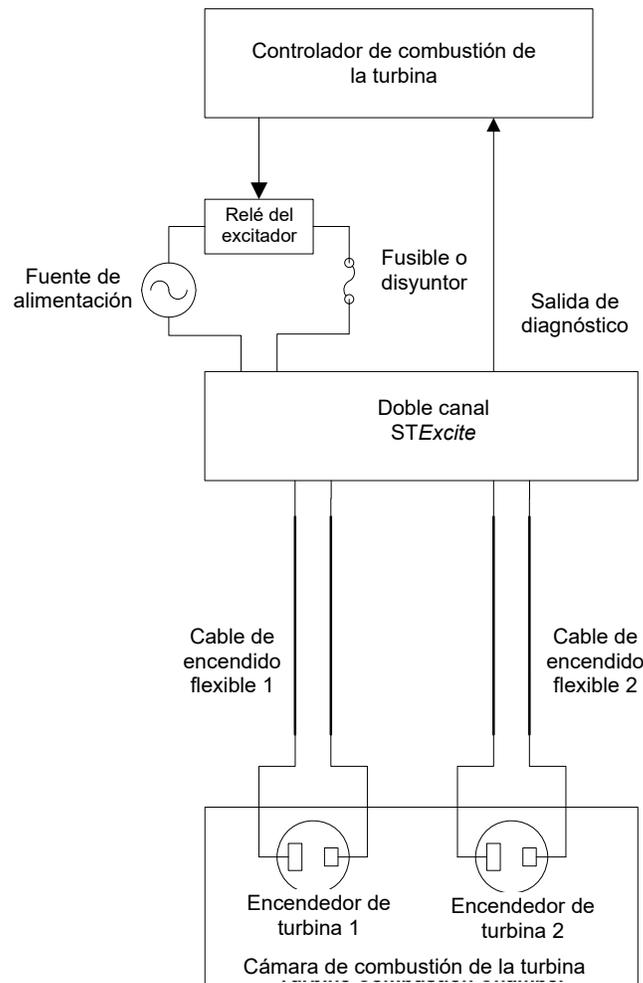

Figura 1-1. Sistema de encendido de turbina
| Figura 1-1. Sistema de encendido de turbina | 6 |
La Figura 1-1 ilustra un sistema de encendido de turbina típico. La caja de excitación de doble canal es la interfaz entre un controlador inteligente de combustión de turbina y dos encendedores de turbina en la cámara de combustión. El excitador convierte la energía eléctrica en forma de 115 o 230 V (CA) en un pulso de ignición de alta corriente. La caja de excitación de doble canal se conecta a los encendedores de la turbina a través de cables flexibles de alto voltaje. El excitador de doble canal es un dispositivo “normalmente encendido” que emite impulsos de ignición siempre que se aplica alimentación de entrada a través de un relé de excitador externo. El estado “ON” u “OFF” del relé del excitador es controlado por el controlador de combustión de la turbina.